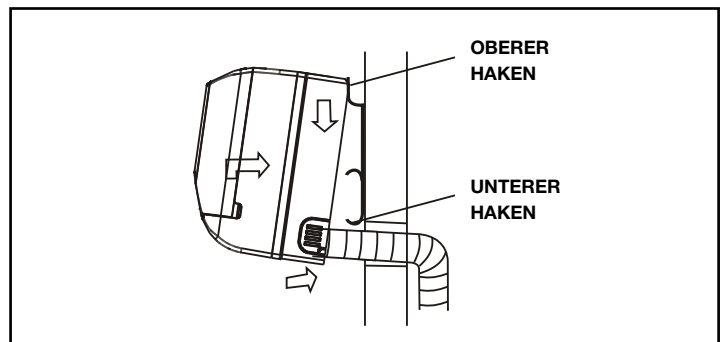

Abb.6
2. Befestigen Sie den oberen Teil der Einheit wie auf der Abb. 6 gezeigt an der Platte und bewegen Sie sie dann von rechts nach links, um sich zu vergewissern, dass sie fest sitzt.